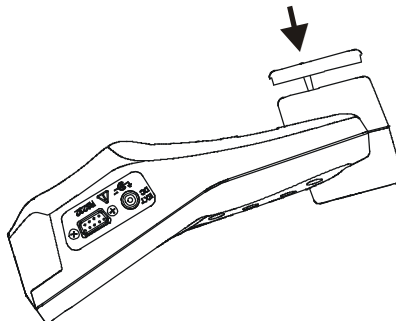

Bild 3.2: Schließen des Batteriefachs
3. Display-Seite des Geräts nach unten drehen, so dass sie auf einem niedrigeren Niveau als das Batteriefach ist (*Bild 3.2*) und Abdeckung auf die Batterien legen.